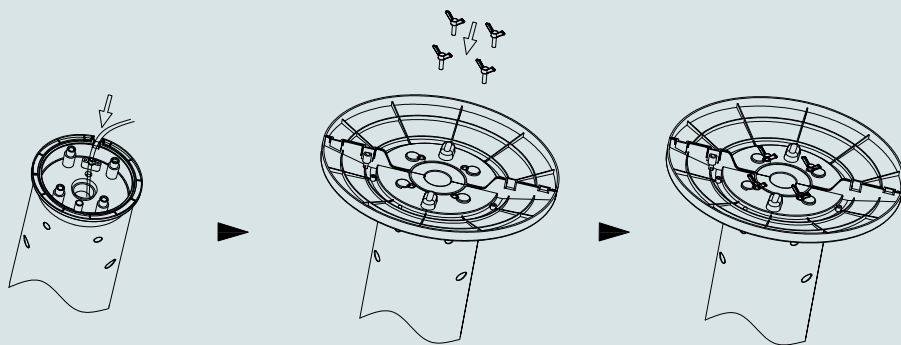

FIG. 2
- Plaats het snoer in de uitsparing, bevestig vervolgens de basis op de ventilator met vier schroeven (meegeleverd) en draai de schroeven rechtsom. (Fig 2).